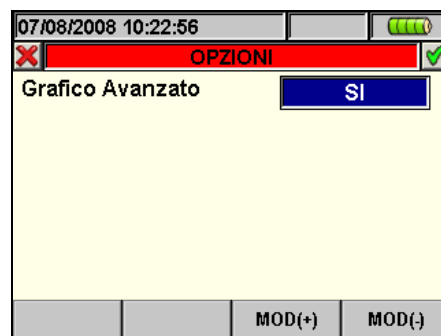

Fig. 143: Opzioni (Grafico Avanzato)
- Il tasto **F4** (o la voce **OPZIONI** a display) per accedere alla pagina di attivazione di "Grafico Avanzato" (Fig. 143).